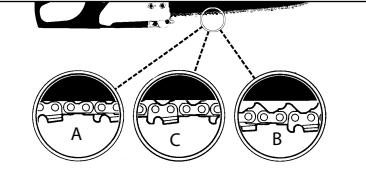

Рис. 6
**МЕРЫ ПРЕДОСТОРОЖНОСТИ:** Если цепь натянута СЛИШКОМ СЛАБО или СЛИШКОМ СИЛЬНО, это приведет к повышенному износу звездочки, шины, самой цепи и коренных подшипников. На Рис. 6 показано правильное натяжение цепи в холодном (A) и разогретом (B) состояниях, а также указано, как правильно осуществлять регулировку натяжения (C).